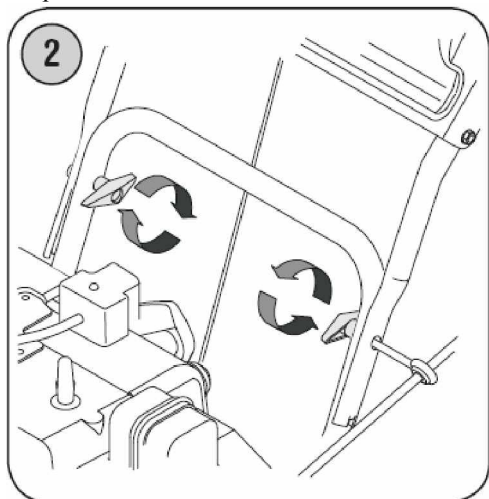

Рис. 2.
- b. Затяните зажимные рукоятки для закрепления верхней и нижней частей рукоятки управления. См. Рис. 2.